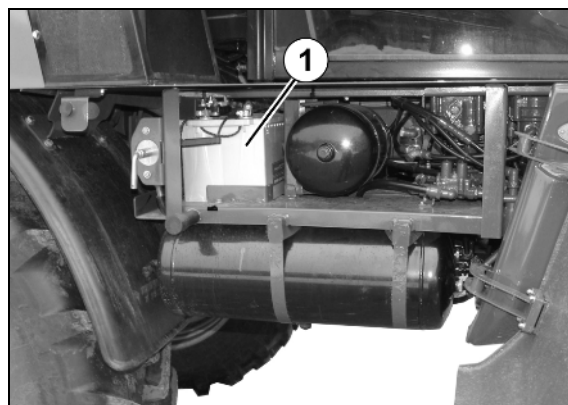

Fig. 174
1. Apăsați rola de tensionare (Fig. 174/1) cu cheia tubulară (Fig. 174/3) în sensul săgeții până când un știft opritor Ø6mm (Fig. 174/4) poate fi fixat în orificiul de montare.
Cureaua cu nervuri trapezoidală (Fig. 174/2) este acum detensionată.
2. Trageți curelele cu nervuri trapezoidale (Fig. 174/2) mai întâi de pe cea mai mică rolă respectiv de pe rola de tensionare.
4. Așezați noile curele cu nervuri trapezoidale (Fig. 174/2).
6. Tensionați din nou curelele cu nervuri trapezoidale prin intermediul rolei de tensionare și a cheii tubulare (Fig. 174/3). Verificați dacă cureaua cu nervuri trapezoidală este corect așezată în ghidajul său.